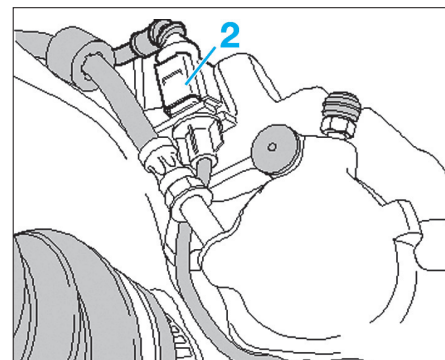

Fig. 46
- Sur les véhicules équipés d'un indicateur d'usure des plaquettes de frein, débrancher en plus le connecteur (2) (Fig.46).